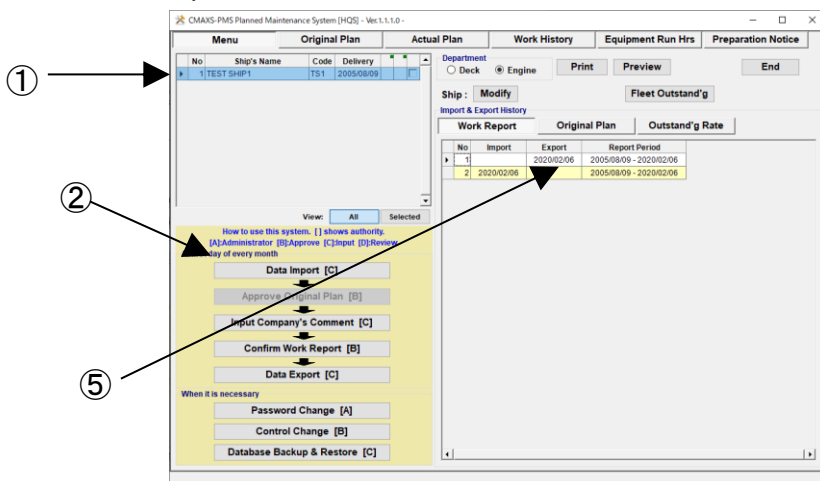

図 5-1 Menu 画面
- ① “Menu 画面”(図 5-1)上の管理船一覧からインポートする船舶を選択してください。
- ② 作業フローの[Data import]を選択してください。